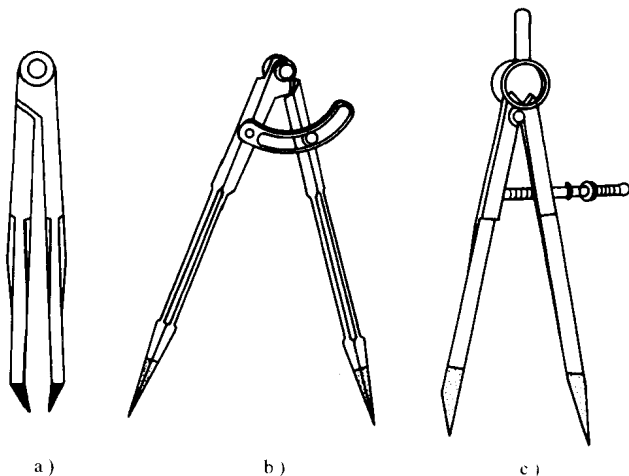

图 1-17 划规
**答** 划规有三种基本形式，如图 1-17 所示。图 1-17a 所示为普通划规，使用最多。在圆规夹脚上焊有硬质合金。尖脚部分应磨成内侧为稍向里勾的一个小平面，外侧为圆弧形，内外侧夹角为  $25^\circ$ 。这种划规的尖脚部分，也可作成活的，用螺钉拧紧。图 1-17b 所示为扇形划规。图 1-17a、b 两种划规调节尺寸较麻烦，但刚性较好，用途较广，适于划毛坯，扇形划规还适于作等分划线。图 1-17c 所示为弹簧圆规，调节尺寸方便，但刚性不如前两种，一般用在光坯上划圆。圆的直径小于  $12\text{mm}$  时，最好用制图仪器中的小圆规，